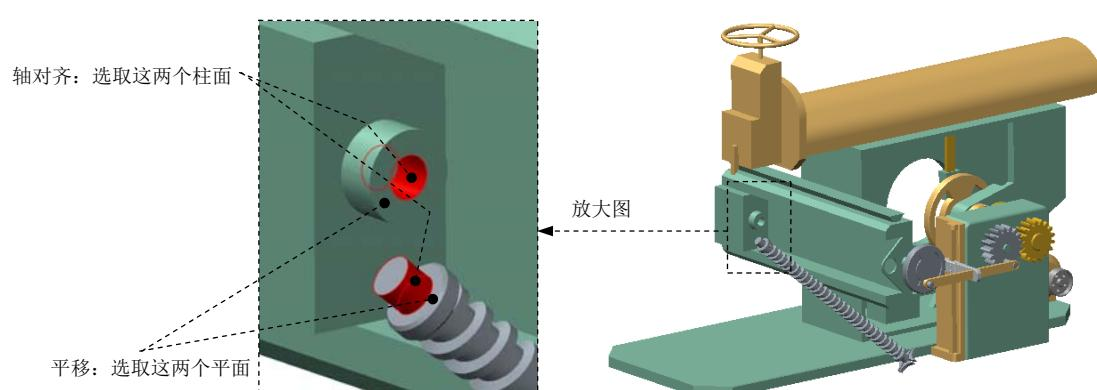

图 9.6.69 创建销 (Pin) 连接
- (3) 单击操控板中的 按钮，完成连接的创建。
Step31. 引入元件 screw.prt，并将其调整到图 9.6.69 所示的位置。
- (1) 在“元件放置”操控板的机械连接约束列表中选择 销 选项。
- (2) 定义“轴对齐”约束。单击操控板中的 **放置** 按钮，分别选取图 9.6.69 中的两个柱面为“轴对齐”约束参考，如图 9.6.70 所示。
- (3) 定义“平移”约束。分别选取图 9.6.69 中的两个平面为“平移”约束的参考，如图 9.6.71 所示。